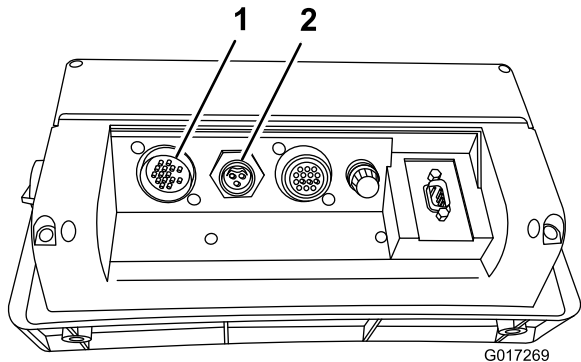

Figura 3
- 6. Ligue os cabos nas entradas correspondentes na parte traseira do computador da consola (Figura 3) e prenda os cabos rodando os anéis de bloqueio.